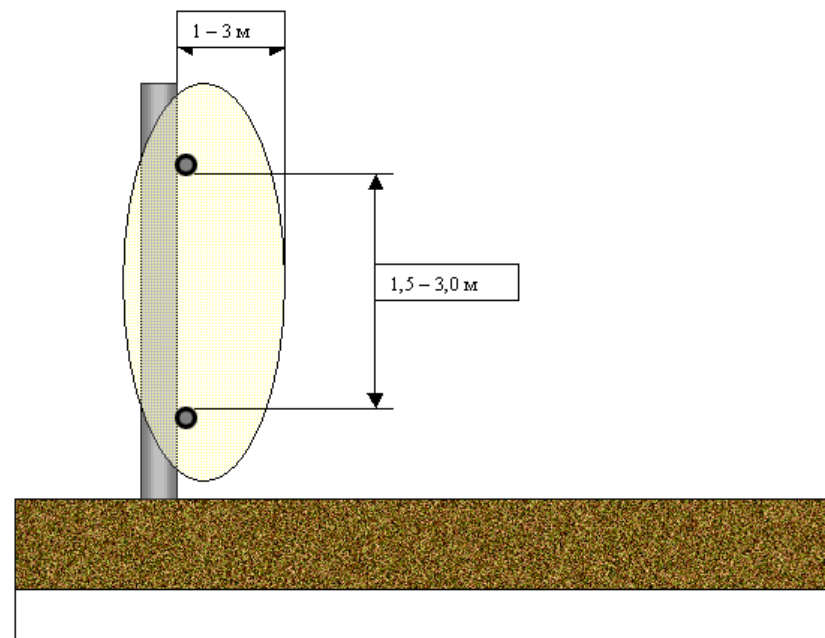

Рисунок 5.2. Поперечное сечение зоны обнаружения
5.2. Зона обнаружения (ЗО) формируется двумя параллельными кабелями, закрепляемыми на заграждении, которые выступают в качестве антенн. Передатчик вырабатывает высокочастотный сигнал, который излучается передающим кабелем, создавая вокруг определенное распределение электромагнитного поля. С помощью приемного кабеля этот сигнал поступает на блок приемника. При попадании нарушителя в ЗО меняется распределение поля, а с ним и сигнал на входе блока приемника. Это изменение фиксируется схемой обработки и вырабатывается сигнал тревоги. Поперечное сечение ЗО показано на рис. 5.2. В зависимости от необходимых размеров ЗО расстояние между кабелями может быть от 1,5 до 3,0 м. Смещение кабелей вверх или вниз по заграждению смещает соответственно и ЗО. Продольное распределение ЗО повторяет изгибы заграждения в горизонтальной и вертикальной плоскостях. Наличие в непосредственной близости к заграждению крупных металлических предметов может искажать конфигурацию ЗО.